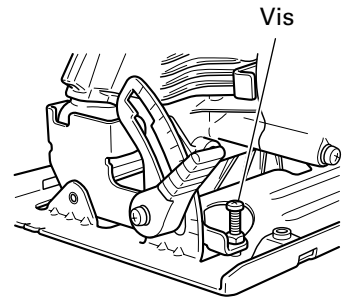

Fig. 22
- (2) Placer une équerre entre la base et la lame de scie et tourner la vis à l'aide d'un tournevis de façon à modifier l'angle de la base, régler la base et la lame, de sorte qu'elles forment entre elles un angle droit parfait. (Fig. 22)